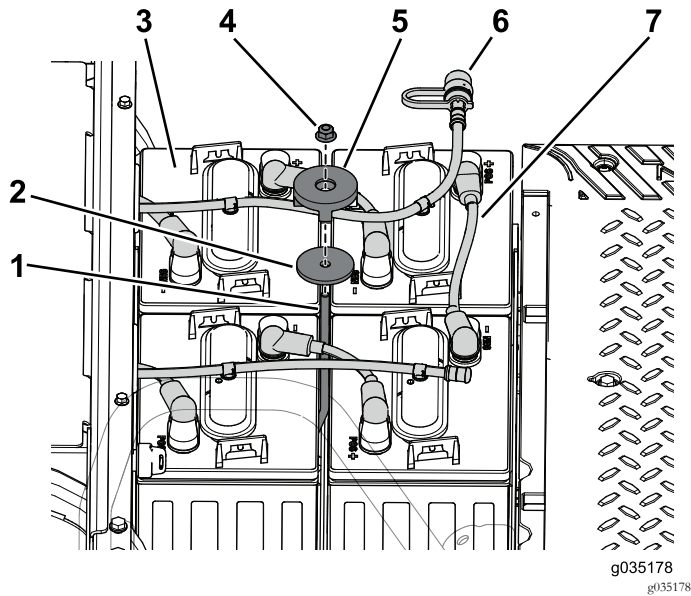

Bild 98
1. Setzen Sie die vier Batterien in das vordere Batteriefach ein (Bild 98).
6. Befestigen Sie des Wasserschlauchs an den Batterien (Bild 98).